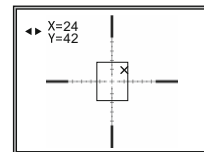

Рис.4
9) На дисплее появятся: опорный крест X красного цвета, горизонтальные стрелки и координаты опорного креста X=00 Y=00 (рис.4).